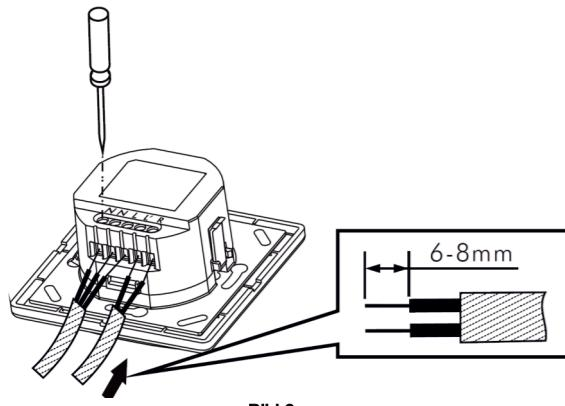

Bild 9
3.4.1.2 Schrauben Sie die Schrauben auf und schließen Sie die Leitungen, wie in den Bildern 5 - 7 beschrieben, an. Isolieren Sie die Drähte 6-8 mm ab. (Siehe Bild 9)